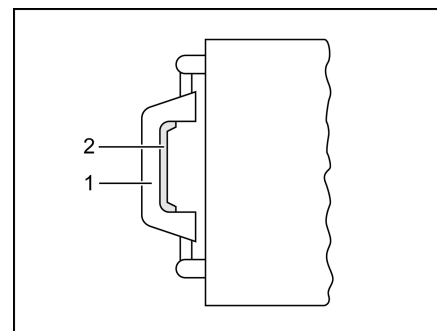

Bild 42 Dachhaube, Griff
- Schnappverschluss (Bild 42,2) zur Innenseite der Dachhaube drücken. Gleichzeitig mit dem Griff (Bild 42,1) die Dachhaube nach oben drücken.
- An beiden Griffen (Bild 42,1) die Dachhaube kräftig nach unten ziehen, bis beide Schnappverschlüsse eingerastet sind.